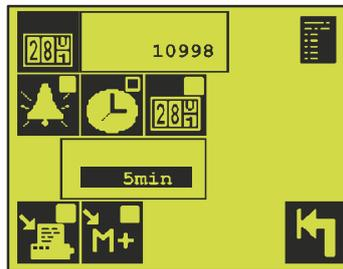

Abb. 9. Menü für das Einstellen der Datenprotokollierung.
Um den Zykluszähler einzustellen, zunächst  drücken (siehe Abb. 9 auf Seite 29) und dann den Wert des Zykluszählers eingeben. Danach kann der CMV-2-Zykluszähler mit dem etwaigen Zykluszähler der Verpackungsmaschine synchronisiert werden.
1. Bei der Methode  (siehe Abb. 9 auf Seite 29) werden Daten nur protokolliert/ausgedruckt, wenn eine oder mehrere Alarmgrenzen überschritten werden.
2. Bei der Methode  oder  (siehe Abb. 9 auf Seite 29) werden Messdaten mit den Intervallen gesammelt, die in dem Kästchen direkt unter diesen Symbolen angezeigt sind. Nach Ablauf eines Intervalls werden die Mittelwerte der durchgeführten O₂ und CO₂ Messungen ermittelt und als eine Messung gespeichert/ausgedruckt.
Das Datensammeln für den Drucker wird durch Drücken der Taste  gestartet/gestoppt (siehe Abb. 9 auf Seite 29).
Das Datensammeln für den Speicher wird durch Drücken der Taste  gestartet/gestoppt (siehe Abb. 9 auf Seite 29).